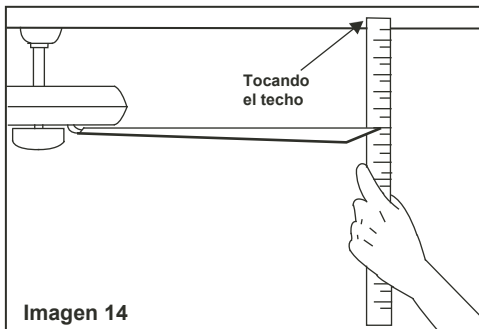

Imagen 14
2. La mayoría de los problemas de tambaleo de los ventiladores se producen cuando los niveles de las aspas son desiguales. Compruebe un nivel seleccionando un punto en el techo por encima de la punta de una de las aspas. Mida la distancia como se muestra en la imagen 14. Gire el ventilador hasta que la siguiente aspa esté posicionada para medir la distancia. Repita con cada aspa. La variación de las distancias no debe superar los 3 mm de margen.